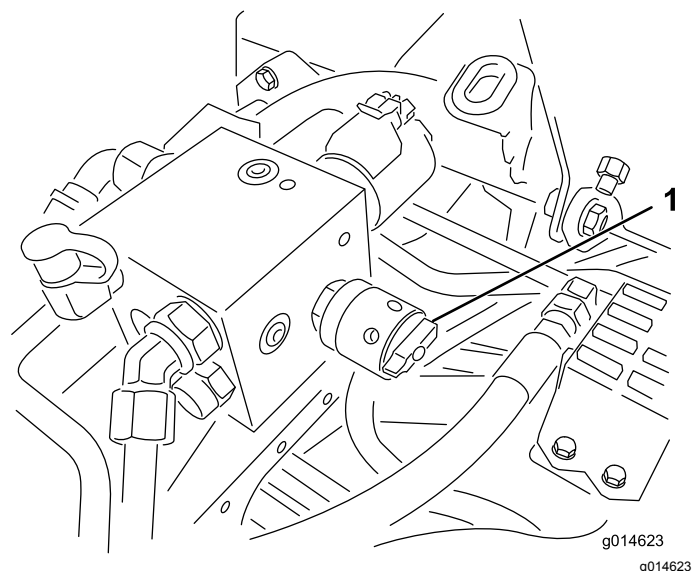

Bild 51
6. Drehen Sie den Spindeldrehzahlregler auf die Einstellung 1 (Bild 51).
4. Drehen Sie zum Einstellen der Spindeldrehzahl das Handrad (Bild 51), bis die Anzeigepfeile auf die Nummer zeigen, die der gewünschten Einstellung entspricht, die Sie in Schritt 3 ermittelt haben.